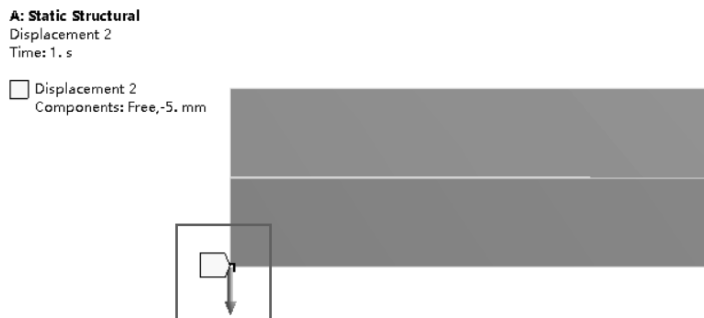

图 8-24 施加裂纹 Bot 端顶点位移
(3) 施加双悬臂梁裂纹 Bot 端顶点位移：在标准工具栏中单击点图标，然后选择梁裂纹 Bot 端顶点，接着在环境工具栏中单击【Supports】→【Displacement】，单击【Displacement2】→【Details of “Displacement2”】→【Definition】→【Y Component】= -5mm，如图 8-24 所示。